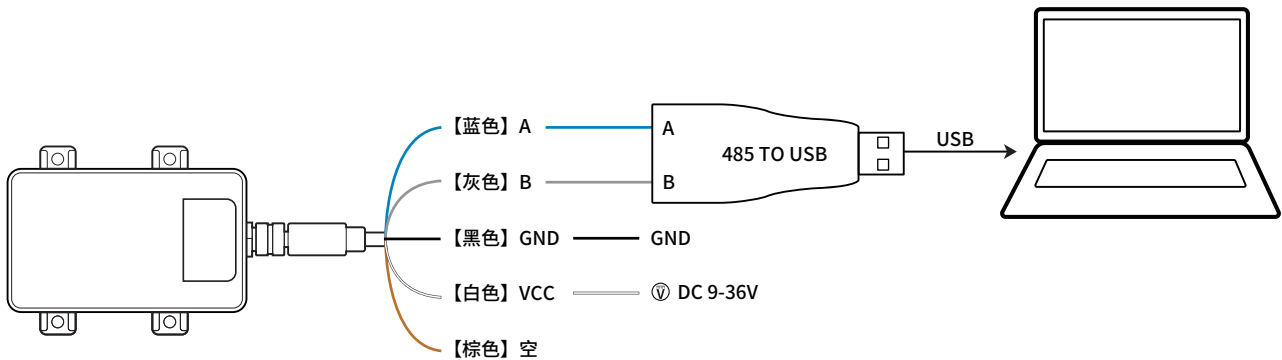

图 2. L2S/L2S-Filled 接线图（棕色线不接）
1. 按照图 2 所示，蓝色的线接 485 转 USB 转换器的 A（部分厂家标 T/R+），灰色的线接转换器的 B（部分厂家标 T/R-）；